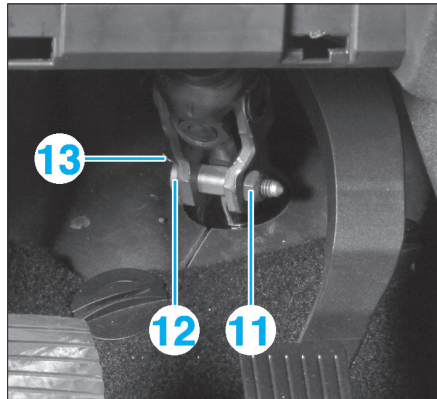
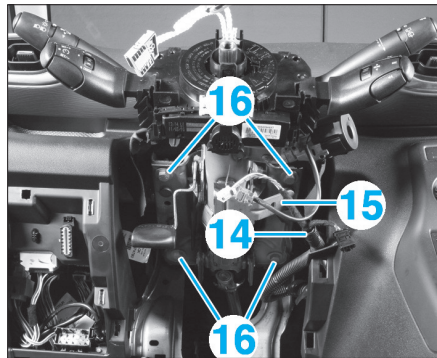

FIG. 11
FIG. 12
• Dévisser l'écrou (11) du boulon de fixation de la colonne de direction sur le boîtier de direction (Fig.11).
• Déposer la vis (12) en la dégageant de l'agrafe de sécurité (13).
• Dégrafer le faisceau électrique (14) de la patte (15) de la colonne de direction (Fig.12).
- les 4 vis (16) de la colonne de direction,